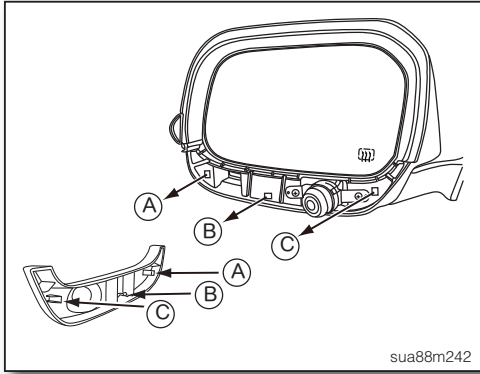

图1
1. 拆下左车门后视镜镜片下方饰盖固定扣A~C (如图1)。